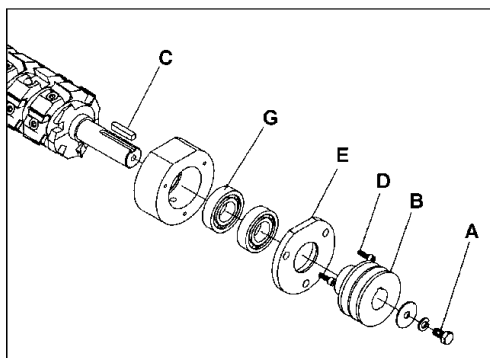

Рис. 27
7. Ослабьте стопорный винт (Рис. 27, А), снимите шкив (Рис. 27, В) и шпонку (Рис. 27, С).
8. Открутите винты (Рис. 27, D) с обеих сторон и снимите крышки подшипников (Рис. 27, E).
ВАЖНО: Если подшипники (Рис. 27, G) необходимо заменить, компания Powermatic настоятельно рекомендует воспользоваться услугами квалифицированного специалиста по ремонту. Подшипники установлены с запрессовкой и должны быть извлечены с помощью съемника.